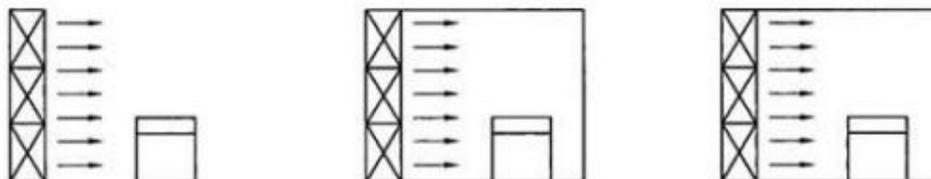
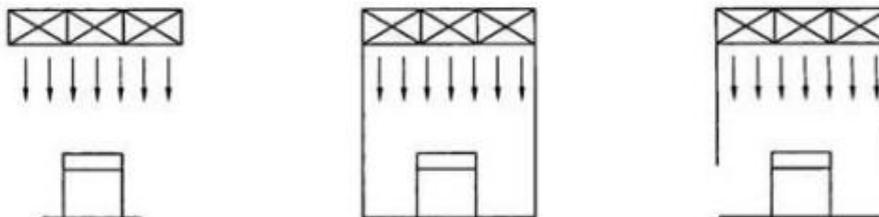

图 A.2 水平单向流的气流形式
图 A.3 垂直单向流的气流形式
A.2 100级单向流区域,洁净工作台或局部空气净化设施的采样点宜布置在正对气流方向的工作面上,气流形式可参考图 A.2、图 A.3。